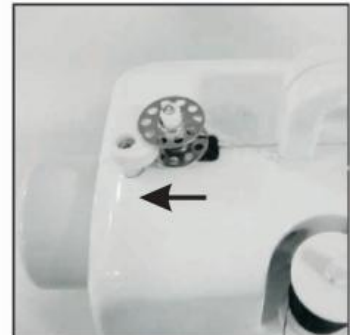

Fig.13
3. Tegye az orsót az orsótekerceslő tűske alá, és tekerje a cérnát az orsóra óramutató járásával megegyező irányban többször (Fig. 13).